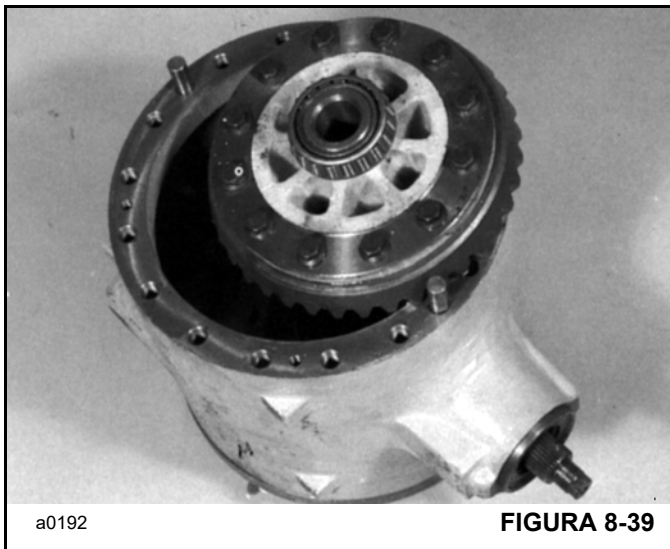

FIGURA 8-39
9. Si se quitaron las dos cajas de émbolo de freno, instale una en el extremo opuesto de la corona (Figura 8-39), utilizando el procedimiento dado en el paso 10. Luego, instale el conjunto de corona/diferencial en la cabeza motriz.